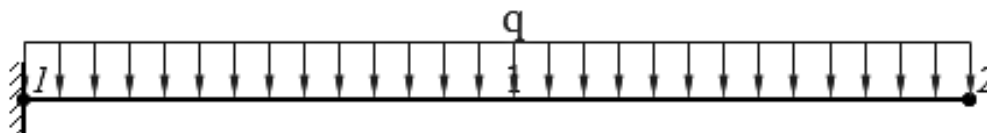

Рис. 3.2 – Балка с опорой в виде жесткой заделки
4. Дана балка с опорой в виде жесткой заделки (см. рис. 3.2). К балке приложена равномерно-распределенная нагрузка q , кН/м. Длина балки l_{12} , м. Определить значения реакций, возникающих в жесткой заделке.